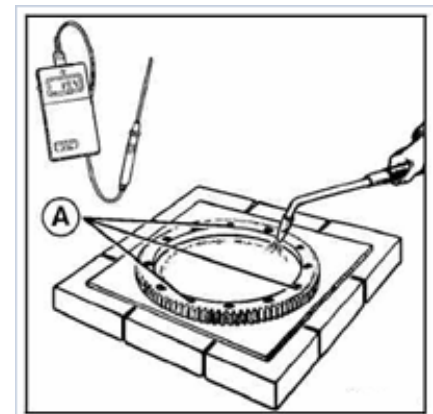

Рис. 3.4 – Контроль нагрева венца маховика
3. Проверить температуру в 3 точках (А) (рис. 3.4);